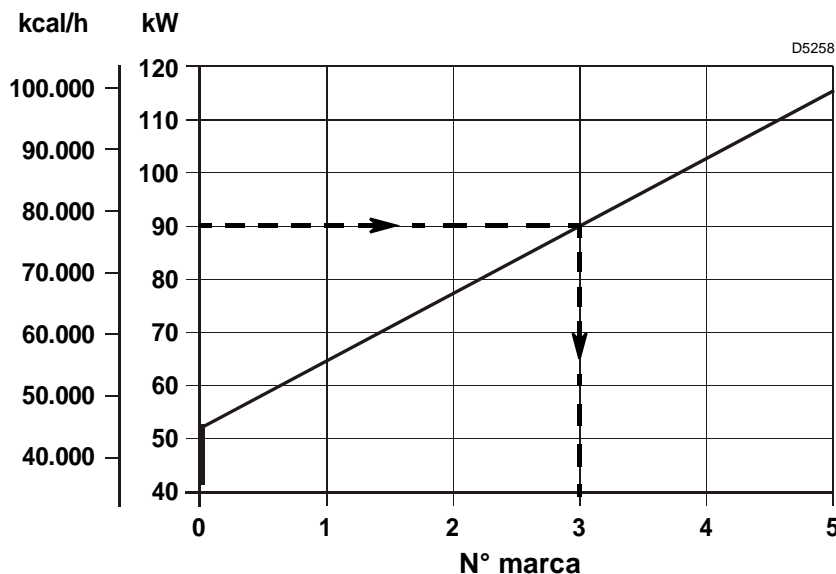

Fig. 10
El quemador está instalado en una caldera de 81 kW. Considerando un rendimiento del 90%, el quemador deberá suministrar alrededor de 90 kW. En el diagrama se puede observar que para esta potencia, la regulación se debe efectuar en la marca 3. El diagrama (Fig. 10) es sólo indicativo y se debe emplear para una primera regulación. Para garantizar un funcionamiento correcto del presóstato de aire podría ser necesario disminuir la abertura del cabezal de combustión (marca hacia la pos. 0).